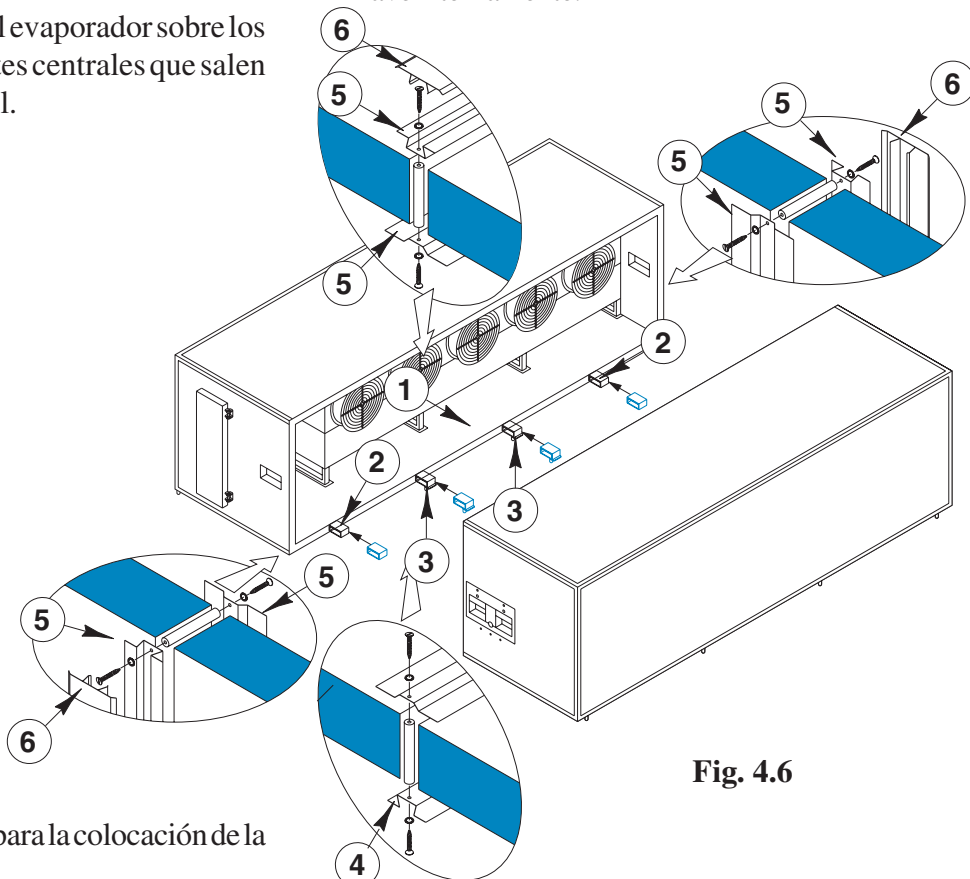

Fig. 4.6
-Fije en la base del cajón del evaporador (*Pos.1 Fig.4.6*) los espaciadores de ajuste (*Pos.2 Fig.4.6*) y los soportes centrales (*Pos.3 Fig.4.6*) y regule la altura de los pies.
-Apoye sobre los espaciadores y sobre los apoyos centrales la parte baja del perfil inferior de conexión (*Pos.4 Fig.4.6*).
-Fije la base del cajón a los espaciadores de ajuste (*Pos.2 Fig.4.6*) prestando atención que la parte baja del perfil inferior esté perfectamente interpuesta.
-Monte sobre el perímetro del cajón, la parte alta del perfil inferior y el resto de los perfiles de conexión (*Pos.5 Fig.4.6*).
-Monte los perfiles exteriores de cobertura estética (*Pos.6 Fig.4.6*) que se ubican sin herramientas.